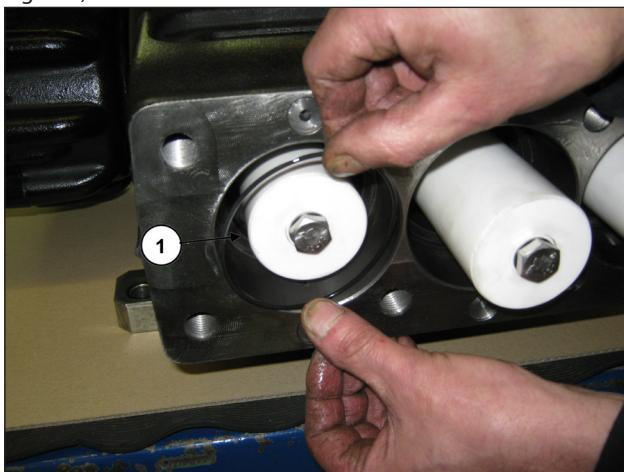

Fig. 116
Placer le joint torique dans le carter de pompe (rep. ①, Fig. 116).